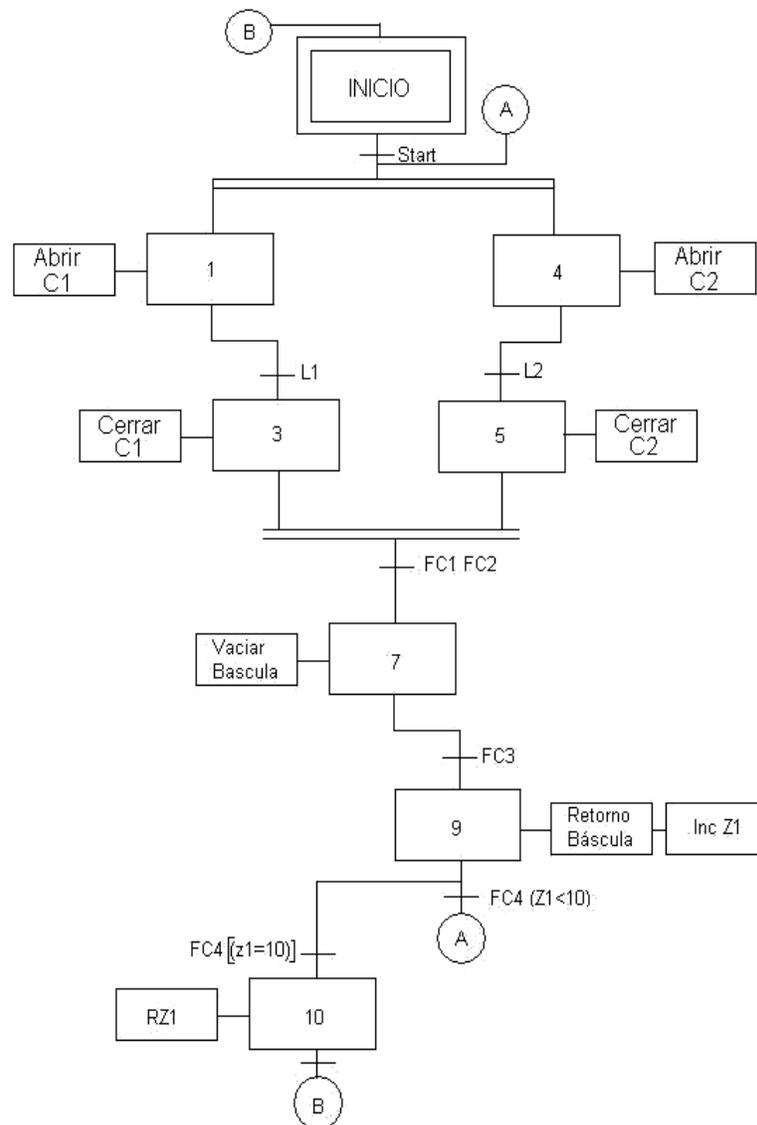

Figura 4. Proceso en modo automático.
5. Pruebe el funcionamiento del GRAFCET de la Figura 4.